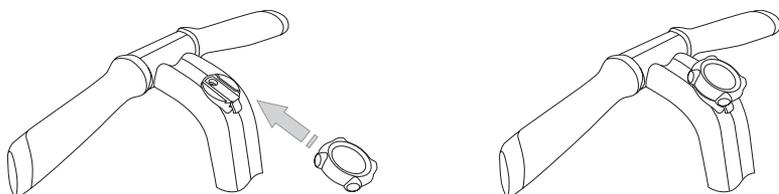

Figure 45. Installation du dispositif de commande InfoKey dans son socle
2. Faites glisser le dispositif de commande InfoKey vers le haut pour l'insérer dans son socle comme illustré dans la **Figure 45**.